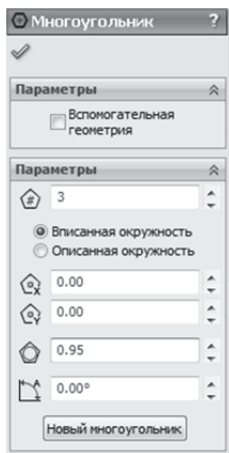

Рисунок 14.5
4. Выберите торцевую плоскость большего цилиндра в качестве плоскости построения эскиза и создайте эскиз согласно рисунку. Постройте вертикальную ось. Выберите команду «Многоугольник» и постройте многоугольник с количеством вершин **3** и диаметром вписанной окружности **0,95** (рис. 14.5). Выделите большую окружность модели, выберите команду «Преобразовать объект», задайте тип